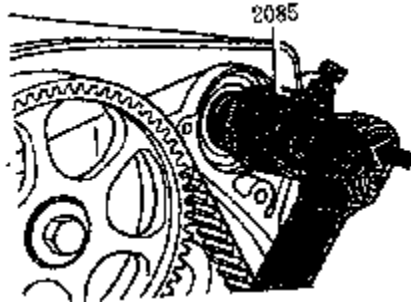

图 4-93 拆卸油封
③如图 4-93 所示，用机油润滑沿油封拆卸器 2085 的螺纹头，然后装到油封上，用力将其尽可能拧入油封。松开滚花螺钉，转动油封拆卸器的外部件，顶住凸轮轴，直至拆下油封。